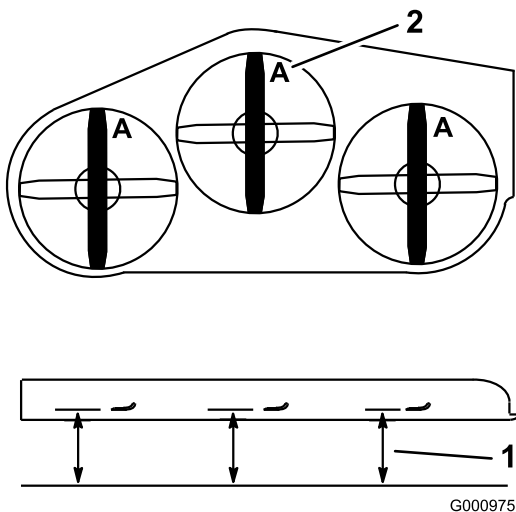

Figura 104
3. Gire las cuchillas hasta que los extremos estén orientados hacia adelante y hacia atrás (Figura 104).
4. Mida desde una superficie nivelada hasta el filo de corte, posición A, de las cuchillas (Figura 104).